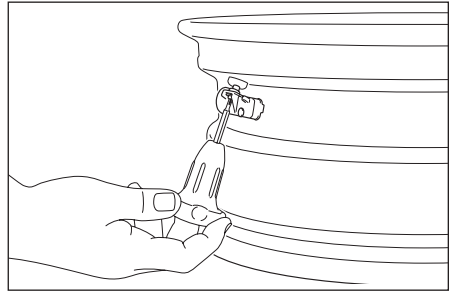

Fig. 4
2. Con la ayuda de una herramienta de vástago de válvula estándar, extraiga el vástago de la válvula a través del orificio y deséchelo. Utilice un mazo de caucho o un bloque de madera para evitar dañar la llanta. (ver Fig. 4)
2. Con la ayuda de una herramienta de vástago de válvula estándar, deslice el vástago a través del orificio hasta que el vástago de la válvula se asiente por completo. Para evitar dañar el sensor y la llanta, utilice un mazo de caucho o un bloque de madera entre la llanta y la herramienta de vástago de válvula para asegurarse de que la válvula esté derecha. (ver Fig. 4)